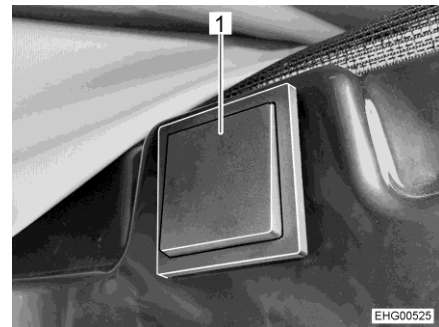

Bild 37 Knapp för elektrisk upplåsning
Knappen för elektrisk upplåsning (Bild 37) finns på höger sida i området ovanför skjutdörren.
- Tryck på knappen (Bild 37,1) under minst 2 sekunder.